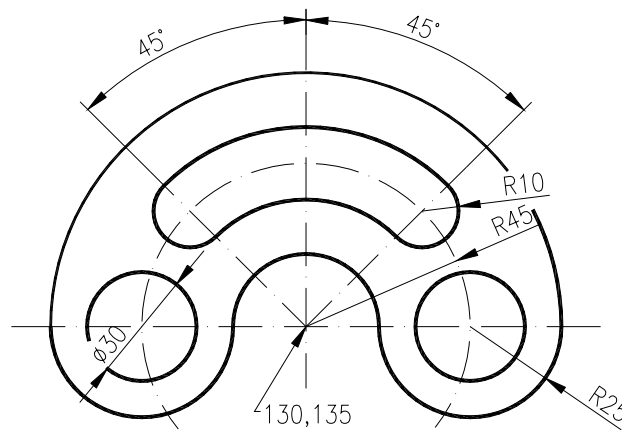

Fig. U5.17
3. Deschideți un desen nou (*New > Start from scratch > Metric*). Creați două noi layer-e cu numele *Placa1* și *Axe1* (comanda *LAYER* sau *DDLMODES*, sau icon-ul din bara cu instrumente *Layers Properties Manager*). Pentru layer-ul *Placa1* alegeți culoarea 1 (*red*) și tipul de linie continuă (*continuous*) - tipul implicit - iar pentru layer-ul *Axe1* alegeți culoarea 3 (*green*) și tipul de linie *ACAD_ISO10W100* (*dashdot*), prin încărcarea acestuia cu *Load*. Verificați ca în casetele de dialog pentru culori și tipuri de linie să fie setate opțiunile *BYLAYER*. Utilizând comenzile *LINE*, *ARC* și *CIRCLE* realizați desenul din Fig. U5.17, desenând conturul piesei în layer-ul *Placa1*, iar axele în layer-ul *Axe1*. Cotele nu se vor înscrie pe desen.